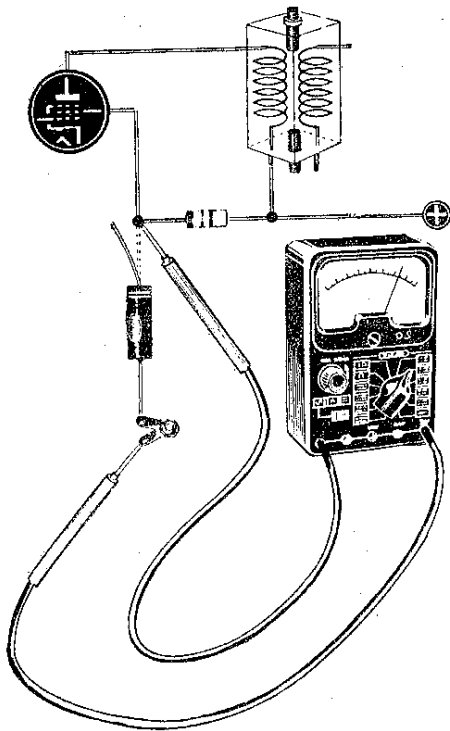

Fig. 63
**158** Tale condizione si determina quando il condensatore di fuga (50.000 pF) risulta in cortocircuito. Ciò potrà constatarsi dall'eccessivo riscaldamento della resistenza di griglia-schermo. Se staccando il condensatore dal piedino di griglia-schermo (fig. 63) e applicando un voltmetro, l'indice dello strumento indica ten-